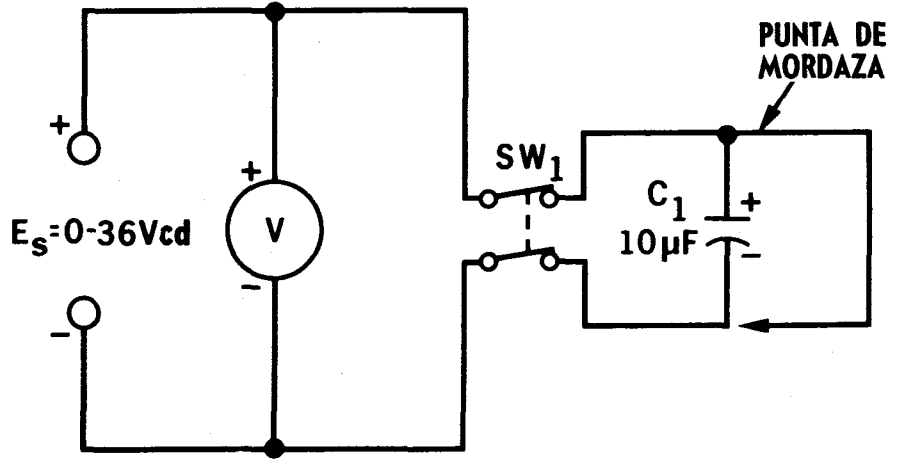

Fig. 35-1
5. Alambre el circuito mostrado en la Fig. 35-1. Asegúrese de que la punta de la mordaza está conectada solamente a la terminal positiva. Cierre el interruptor y ajuste la fuente de energía a la tensión máxima de cd (aproximadamente 40 V). Abra el interruptor de doble polo un tiro, y acerque lentamente el extremo libre del clip a la terminal negativa del capacitor, hasta que lo toque. Describa lo que sucede.